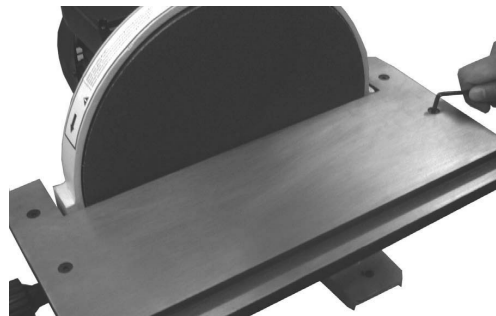

Fig. 04
3. Sempre mantenha uma fenda de aproximadamente 1/16" entre a borda da mesa e o disco. Se for necessário ajuste, solte os quatro parafusos (fig. 04) e mova a mesa para a posição correta.